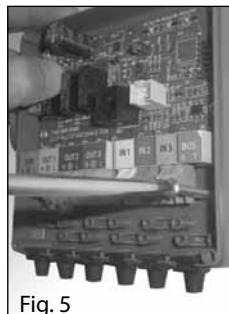

Fig. 5
- prindeți unitatea de control de perete și introduceți cele două șuruburi de fixare (fig. 5); înainte de a strânge, verificați că întreaga unitate de control se sprijină perfect pe perete și este la nivel, atât pe plan orizontal, cât și vertical. În caz contrar, efectuați reglările necesare, acționând asupra șurubului de fixare.